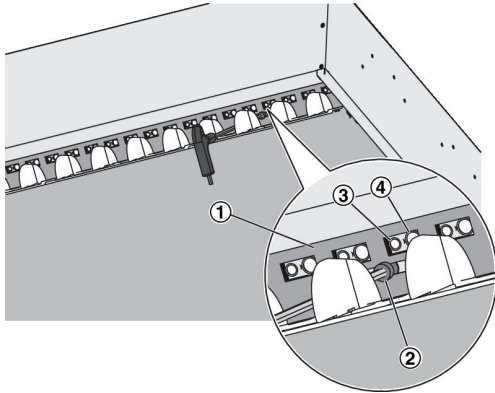

Abb. 14: DID642 DüsenEinstellung
1. ► Innensechskantschrauben (SW4) ( Abb. 14 /2) der Einstellschiene ( Abb. 14 /1) lösen.
- kleine Düse offen ( Abb. 14 /3) (DS)
- große Düse offen ( Abb. 14 /4) (DB)